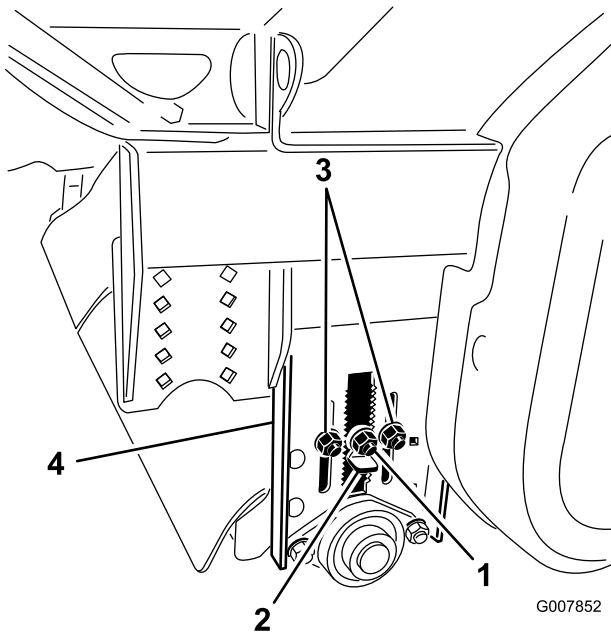

Figura 30
1. Prima di livellare il processore core, accertatevi che la spazzola e l'altezza del rullo posteriore siano regolate all'altezza di taglio corretta (Figura 30).